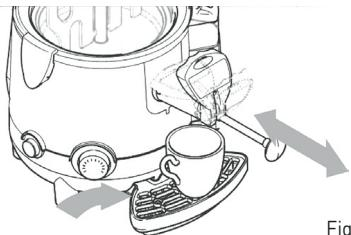

Fig. 1
- Als de warme chocolademelk te langzaam stroomt, wordt aanbevolen de hendel zo ver mogelijk naar buiten te trekken; eventuele verstoppingen in de afgiftelijn kunnen verwijderd worden door de staaf heen en weer te schuiven terwijl u het apparaat op zijn plaats houdt, zoals getoond in Fig.1
**Let op! Gevaar voor brandwonden! Raak het deksel (1) en de kom (2) nooit aan terwijl het apparaat in werking is, omdat deze zeer heet worden. Gebruik altijd de knop op de bovenkant van het deksel (2) om op te tillen.**